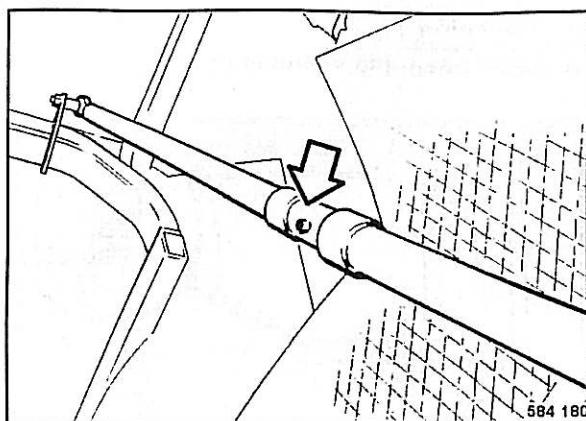

Fig. 56
- Dejar encajar el perno de resorte (Fig. 56).